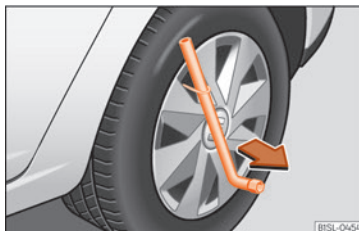

Fig. 30 Tag hjulkapslen af hjulet.
- Skub hjulnøglen gennem afmonteringsbøjlen, støt den på dækket, og træk hjulkapslen af » Fig. 30.